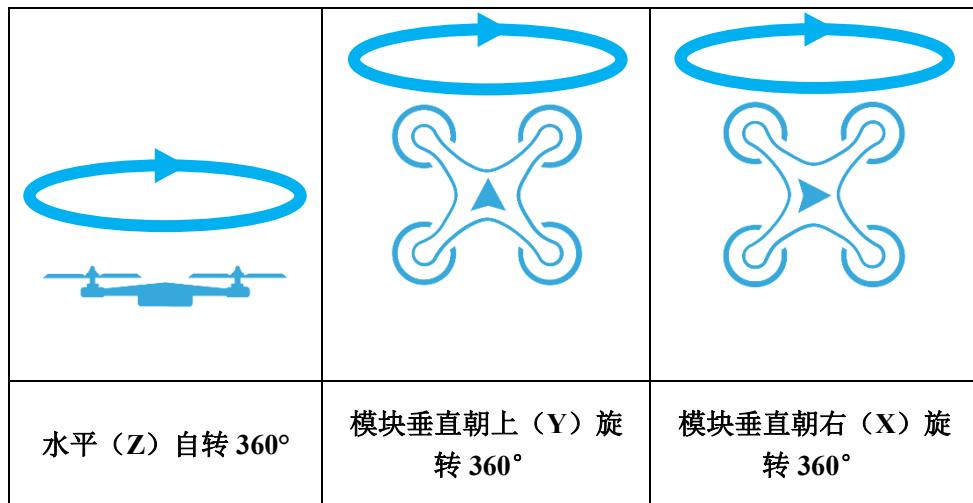

图 5.4.2 磁力计校准旋转操作图
提示②：点击校准后，请在 45 秒内缓慢旋转 X, Y, Z 三个方向各一圈。旋转示意图如下图 5.4.2 所示：